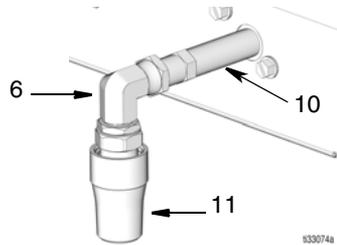

ABB. 15
- Das Schwenkwinkelstück (6) und die Schnellflusssdüse (11) am Nippeladapter (10) in der in ABB. 15 dargestellten Ausrichtung einbauen. Gut festziehen.